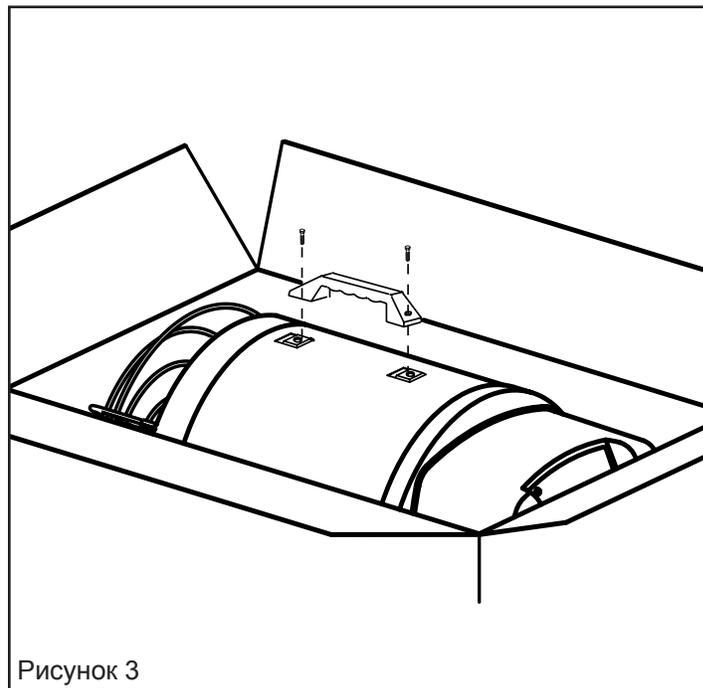

Рисунок 3
***i* Прикрепите ручку, пока обогреватель еще находится в коробке, для облегчения распаковки. (См. Рисунок 3)**